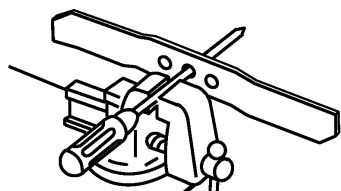

Figure 25
1. Pour vérifier l'équilibrage de la lame, l'enfiler par son orifice central sur un tournevis ou un clou maintenu à l'horizontale dans un étau (Fig. 25).